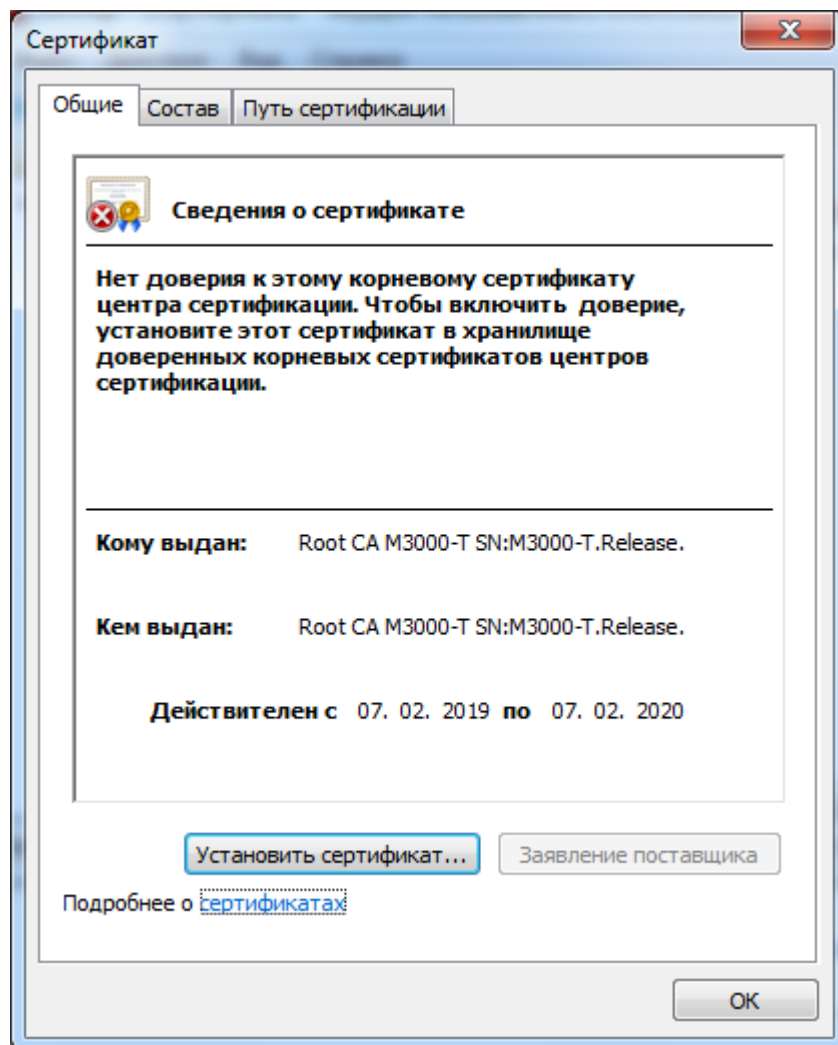

Рисунок 12. Окно установки сертификата
- В списке сертификатов выбрать сертификат, начинающийся с символов «Root CA...» и щелкнуть по нему два раза. Откроется окно (Рис. 12), в котором нужно нажать кнопку «Установить сертификат»: